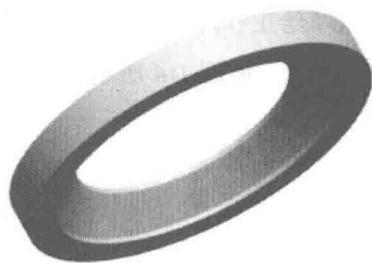

图 1-7
- (8) 单击草绘命令工具栏中的  按钮，完成草绘截面的绘制，返回旋转特征面板。
- (9) 接受系统默认设置，单击  按钮，查看生成的模型，结果如图 1-7 所示。
- (10) 单击  按钮，完成旋转特征的建立。